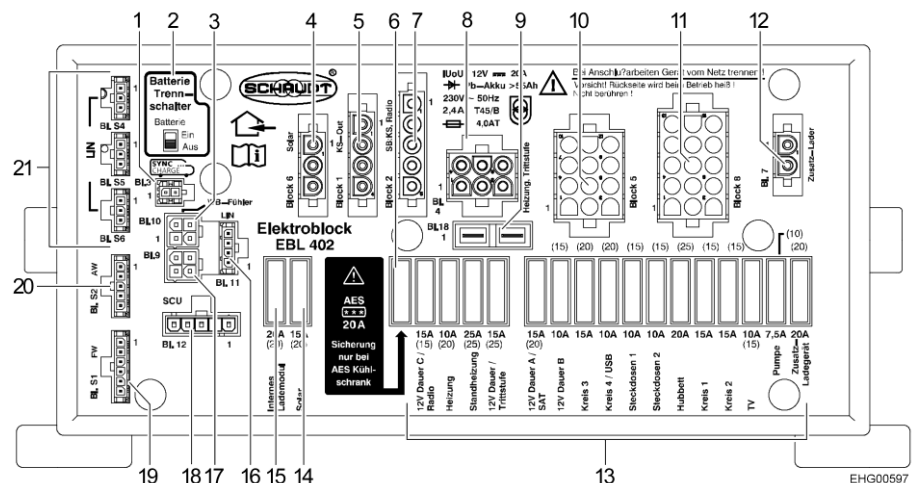

Fig. 143 Bloc électrique (EBL 402)
- Pousser l'interrupteur-séparateur de batterie (Fig. 143,2) sur le bloc électrique EBL 402 sur la position "Aus" (arrêt).
- Pousser l'interrupteur-séparateur de batterie (Fig. 143,2) sur le bloc électrique EBL 402 sur la position "Ein" (marche).